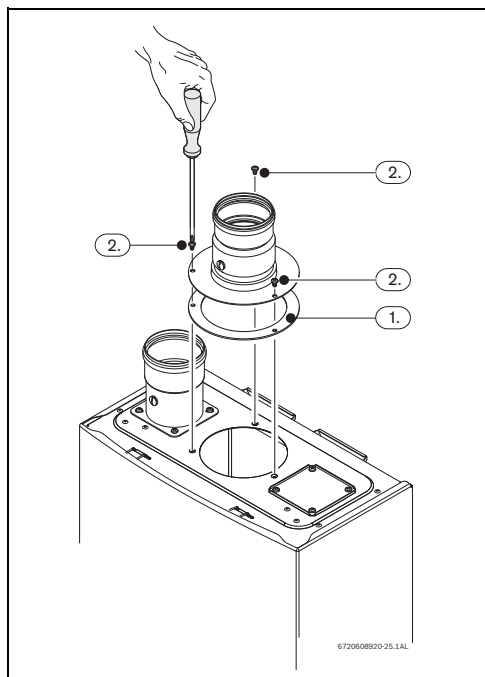

Fig. 28
- Colocar el sello entre el aparato y el accesorio, consultar la Fig. 28 , pos. 1.
- ▶ Apretar los 3 tornillos del accesorio de evacuación, consultar la Fig. 28 , pos. 2.